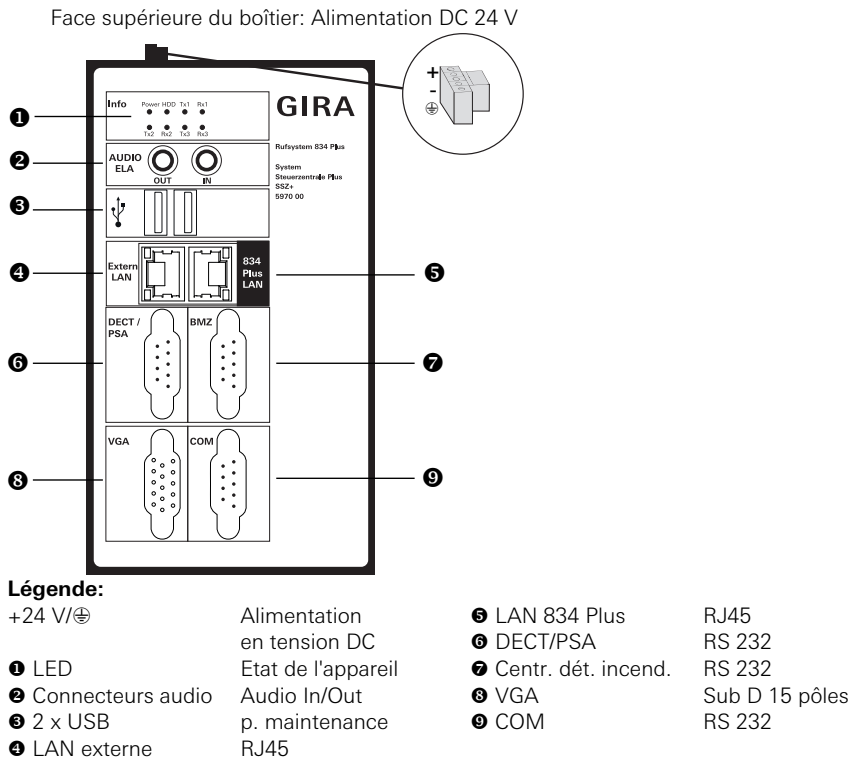

Figure 3.29: Raccordements de la centrale de contrôle système
Afin de raccorder la centrale de station à un réseau (d'hôpital) existant, on peut configurer dans l'assistant de configuration le raccordement "LAN externe" via l'élément de menu **Administration/créer un accès réseau** (figure 3.29 (④)).